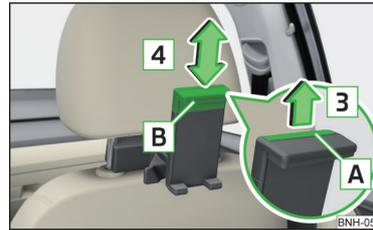

Abb. 88
- Die Sicherungslasche A in Pfeilrichtung 3 herausziehen und den Teil B in Pfeilrichtung 4 in die gewünschte Position verschieben » Abb. 88.